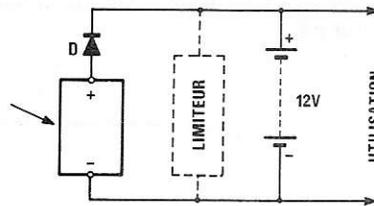

Figure 16
Cela est indiqué aux **figures 16, 17, 18, 19**.
**Figure 16.** Un module avec batterie de 12V. C'est le cas le plus simple à considérer avec un module. On a indiqué précédemment la manière dont sera réalisé le limiteur.